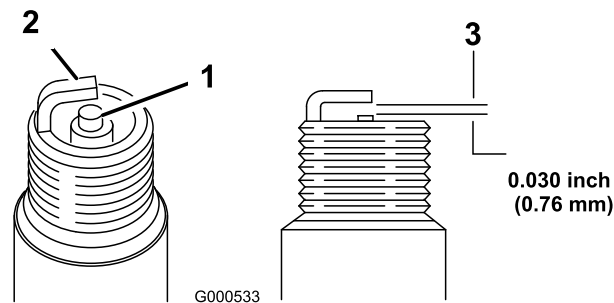

Figure 26
- 1. Vis (4)
11. Réglez l'écartement des électrodes à 0,76 mm (0,030") (Figure 26).